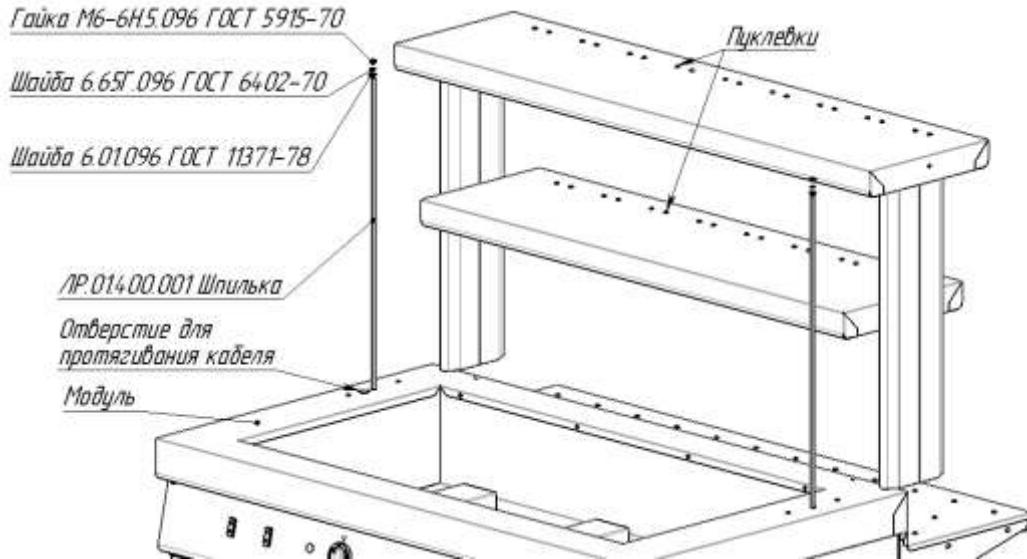

Рис. 4.2
- Установить полку на столешницу, шпильки при этом должны пройти сквозь стойки. Полку следует ориентировать так, чтобы пуклевки были обращены в сторону направляющей (см. рис. 4.2);